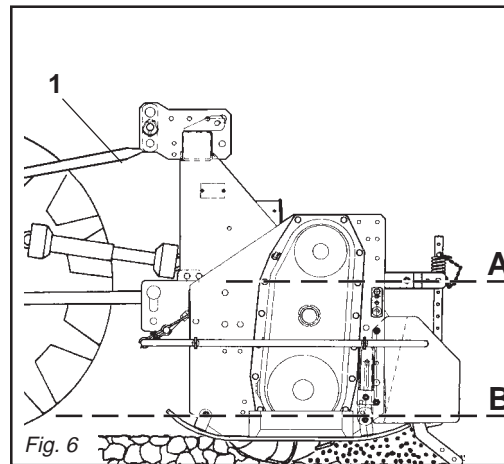

Fig. 6
- 4 - Collegare il terzo punto superiore ed effettuare una corretta regolazione con il tirante (1 Fig. 6) verificando che il piano superiore della macchina (A Fig. 6) risulti parallelo al piano terra (B Fig. 6). Ciò è molto importante allo scopo di ottenere il parallelismo tra l'asse della macchina e quello della presa di forza del trattore. Operare in queste condizioni significa limitare le sollecitazioni sulla presa di forza stessa e prolungare la durata dell'albero cardanico e della macchina stessa.
- 4 - *Connect the upper third-point and correctly regulate by means of the adjuster (1 Fig. 6), checking that the upper surface of the machine (A Fig. 6) is parallel to the ground (B Fig. 6). This is very important since it achieves parallelism between the axis of the machine and that of the tractor pto. When the implement operates in these conditions, there will be less stress on the pto itself while the cardan shaft and implement will be much less subject to wear.*
- 4 - Den oberen Kupplungspunkt anschließen und den oberen Lenker (1 Abb. 6) korrekt einstellen. Sicherstellen, daß die obere Haubenkante der Maschine (A Abb. 6) parallel zum Boden (B Abb. 6) steht. Das ist sehr wichtig, um die Parallelität zwischen der Achse der Maschine und der der Schlepper-Zapfwelle zu erhalten. Wenn diese Parallelität gegeben ist, wird die Zapfwelle weniger belastet und das Leben von Gelenkwelle und Maschine wird verlängert.
- 4 - *Reliez le troisième point supérieur et réglez correctement à l'aide du tirant (1 Fig. 6). Assurez-vous que le plan supérieur de la houe rotative (A Fig. 6) soit pratiquement parallèle au terrain (B Fig. 6). Ceci est très important en vue d'obtenir le parallélisme entre l'axe de la houe et celui de la prise de force du tracteur. Travailler dans ces conditions signifie limiter les sollicitations sur la prise de force et prolonger la durée de l'arbre à cardans, mais aussi de la machine.*
- 4 - Conectar el tercer punto superior y efectuar una correcta regulación con el tirante de regulación (1 Fig. 6) controlando que el plano superior de la máquina (A Fig. 6) resulte paralelo al plano al nivel del suelo (B Fig. 6). Esto es muy importante para obtener paralelismo entre el eje de la máquina y el eje de la toma de fuerza del tractor. Esto permite limitar los esfuerzos sobre la toma de fuerza misma y hacer durar el árbol cardánico y la máquina misma.